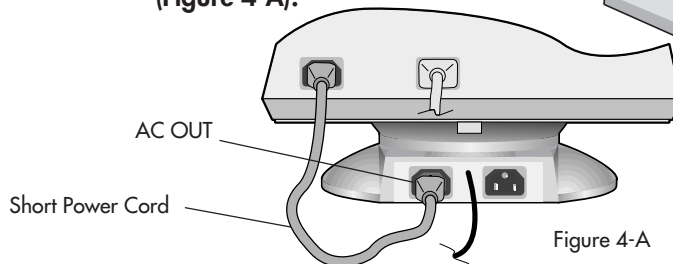

Figure 4-A
Étape 4-A. Connecter une extrémité du short cordon d'alimentation au connecteur de la base audio et l'autre extrémité au moniteur (**Figure 4-A**).
Étape 1-B. Connecter une extrémité du short cordon d'alimentation au connecteur de la base audio et l'autre extrémité au moniteur (**Figure 4-A**).